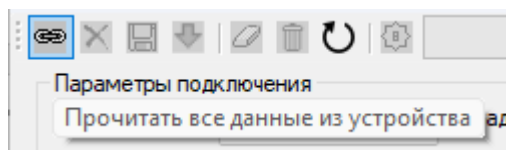

Рисунок 39
- нажать кнопку «Прочитать все данные из устройства» (рисунок 39);